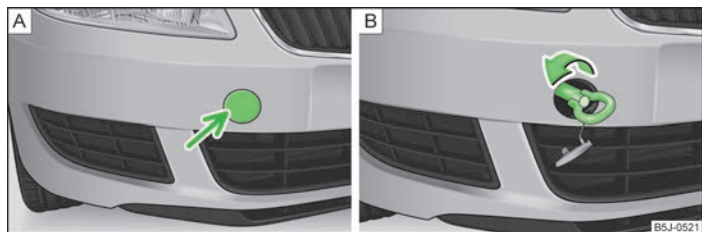

Fig. 140 Bara de protecție față: Capacul / montarea cârligului de tractare
- Apăsăți pe partea stângă a capacului, în sensul indicat de săgeată » fig. 140 - A.
- Înșurubați cu mâna cârligul de tractare, până la limită » fig. 140 - B. Pentru strângere cârligului, vă recomandăm să folosiți de exemplu cheia de roți, cârligul de ancorare al unui alt autovehicul sau un alt obiect asemănător, pe care să îl puteți introduce prin cârlig.